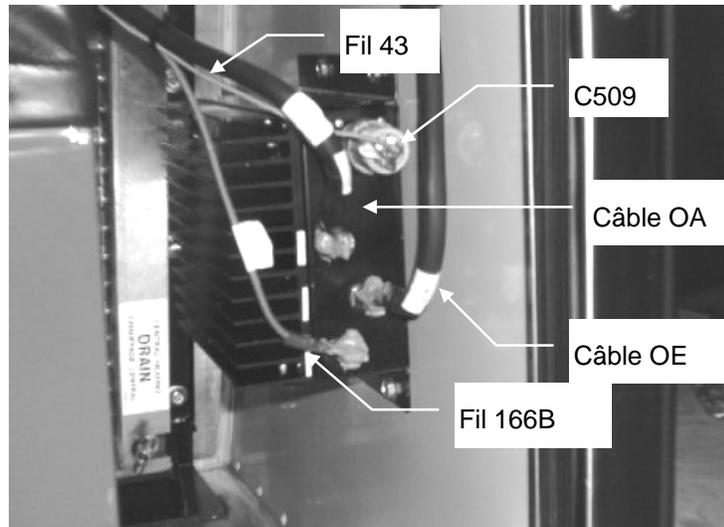

FIGURE 1
1. Localiser le module de contrôle (Fig. 1) dans le compartiment de l'évaporateur (côté gauche du véhicule).
2. Débrancher les câbles, enlever les écrous (4) et le module.
5. Installer le nouveau module et les écrous (4) sur le véhicule.
6. Brancher le connecteur C509, le câble OA, le câble OE et le fil 166B comme démontré à la figure 1.